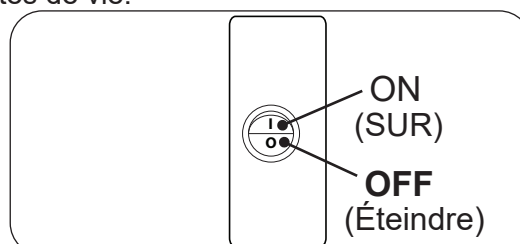

Fig. 32-1 Boîte de commutation, ON/OFF
1. Repérez l'interrupteur ON/OFF sur le devant de la boîte de commutation. Appuyez sur l'interrupteur en position **OFF (O)**. Voir Fig. 32-1.